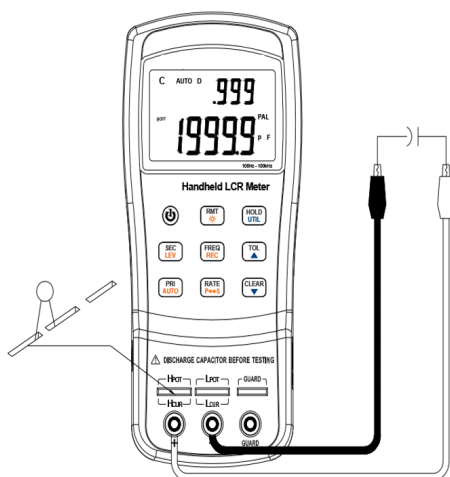

Рисунок 13 - Измерение индуктивности
3. Вставьте измеряемую индуктивность в испытательные слоты или подключите ее с помощью соответствующего испытательного аксессуара (например, пинцета SMD). см. рис. 13 ниже. На рисунке 13 показаны дополнительные 4-проводные измерительные аксессуары.